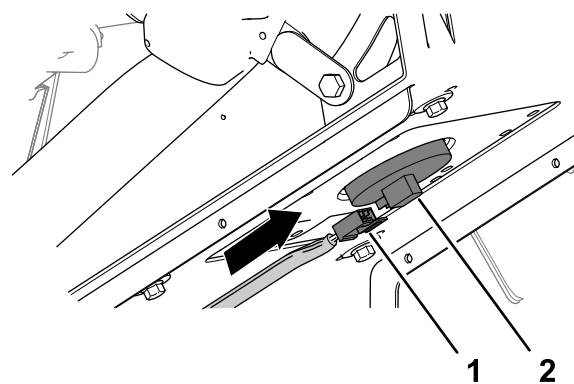

Figure 225
6. Branchez le connecteur à 2 douilles du faisceau de la machine au connecteur du contacteur du siège jusqu'à ce que le connecteur s'enclenche solidement (Figure 225).